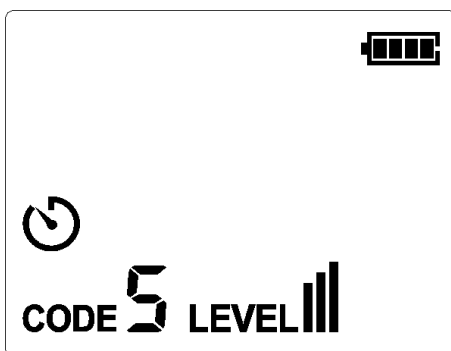

Abbildung 6.1.1a
2. Der Sender ist standardmäßig im eingeschalteten Zustand (Die Übertragung wird nicht vom Sender gestartet), drücken Sie kurz die START/STOP-Taste, um die Übertragung zu stoppen, wenn die Übertragung vom Sender gestartet wird. Wenn die CODE-Taste kurz gedrückt wird, blinkt das CODE-Symbol für 0.5 Sekunden, wie in Abbildung 6.1.1a dargestellt.